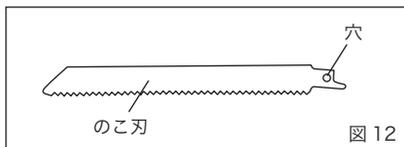

図 12
- ・穴部が摩耗したのこ刃を使用しないでください。(図12)はずれたりし、けがの原因になります。